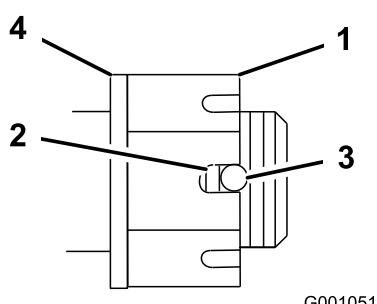

Figure 49
8. Serrez lécrou jusqu'à ce que la série de fentes suivante soit en face du trou de laxe (Figure 49).
5. Mesurez l'espace entre la base de la fente de lécrou et le bord intérieur du trou. On ne doit pas voir plus de deux filets (Figure 49).
7. Serrez lécrou crénelé à 170 Nm (Figure 49).